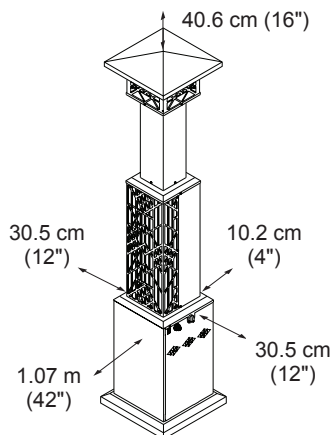

Figura 1 - Distancia mínima del calentador hacia objetos combustibles
4. Distancia mínima entre el calentador y combustibles: parte trasera 10.2 cm (4"), laterales 30.5 cm (12"); parte anterior 1.07 m (42"); parte superior 40.6 cm (16") (consulte la figura 1).